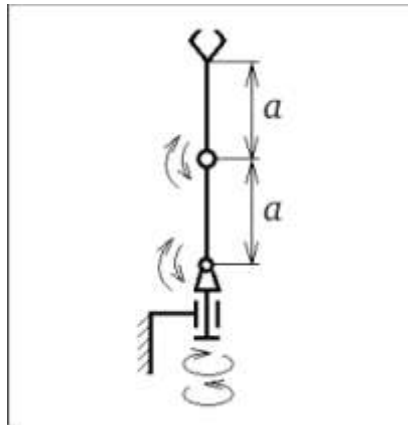

Рисунок 6. Исходные данные к практическому заданию 1.6
1.6. Произвести аналитический расчёт и графическое отображение рабочей зоны робота-манипулятора, основанного на сферической системе координат. Выразить результат вычислений через переменную расстояния «а». Исходные данные рис.6.